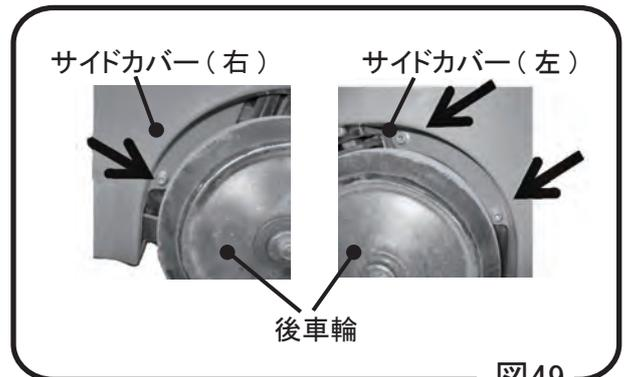

図49
- 2 タイヤハウス内のボルトの外し忘れに注意してください。(図49)